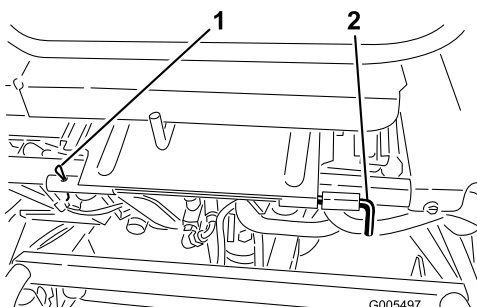

図 37
3. 座席を降ろし、回転軸を固定しているコッター・ピンを抜き取る（図 37）。